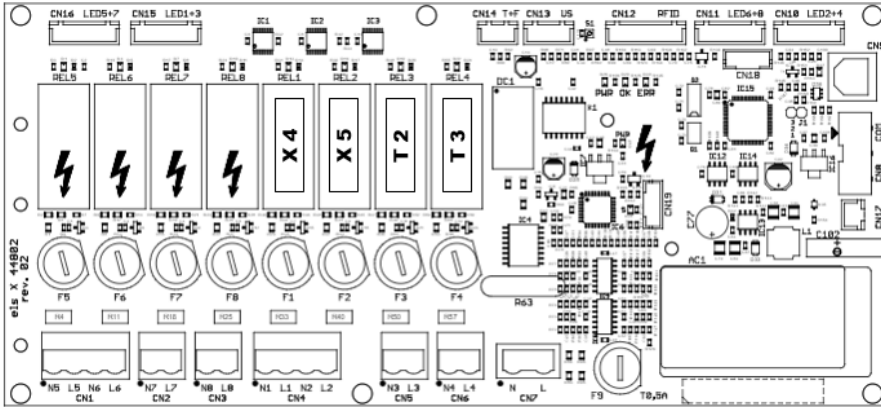

Fig. 15 : Position des fusibles
- ▶ Identifiez les fusibles à l'aide des désignations **E1** (chauffage d'armoire de commande en option), **X4** (point de recharge en haut à gauche vu de devant), **X5** (point de recharge en haut à droite vu de devant), **T2** (point de recharge en bas à gauche vu de devant) et **T3** (point de recharge en bas à droite vu de devant) sur la carte électronique (fig. 15).